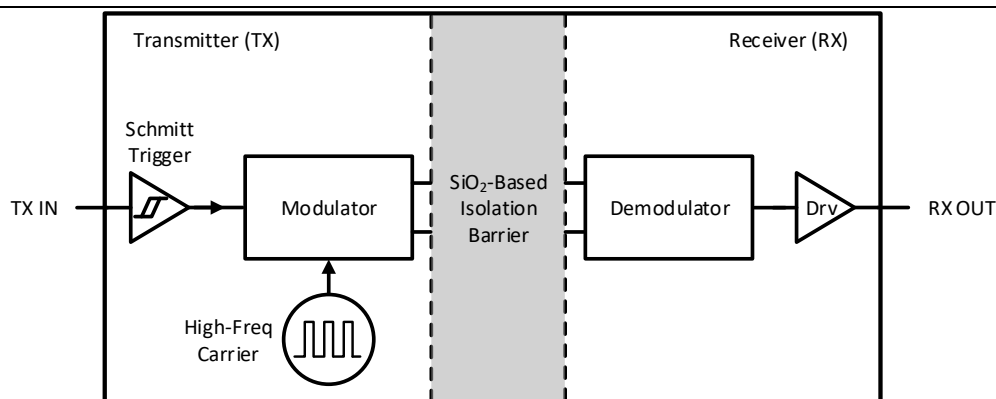
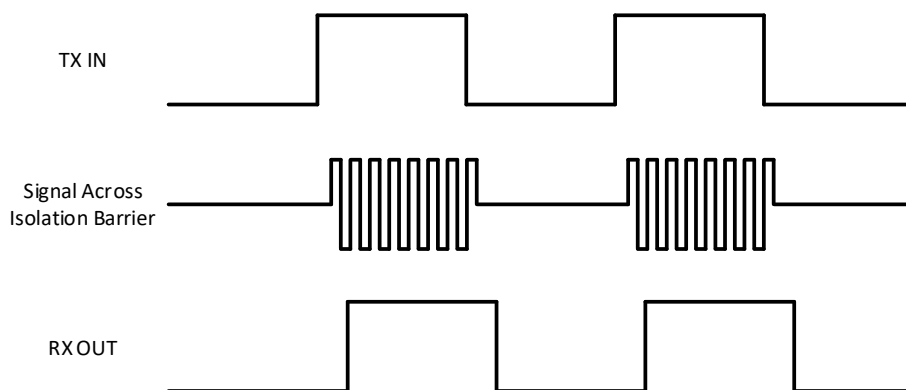

图 9-2 隔离通道的框图
图 9-3 OOK 调制方案的工作波形示意图
CA-IS1311 器件使用简单的开关键控 (OOK) 调制方案在基于二氧化硅的隔离层之间传输信号。该隔离层支持高低压域之间高达 5 kVRMS 的电气隔离。隔离通道的框图如图 9-2 所示。如图 9-3 所示，当数字位流为高电平时，发射机 (TX) 通过高频载波对其进行调制，当数字位流为低电平时则不调制。接收机 (RX) 解调通过隔离层的信号并将其准确地恢复成数字位流。隔离通道采用全差分电容耦合架构，对共模瞬态噪声不敏感，因此可以最大化 CMTI 性能。该结构和相关电路同时提供低辐射和高磁场抗扰度。